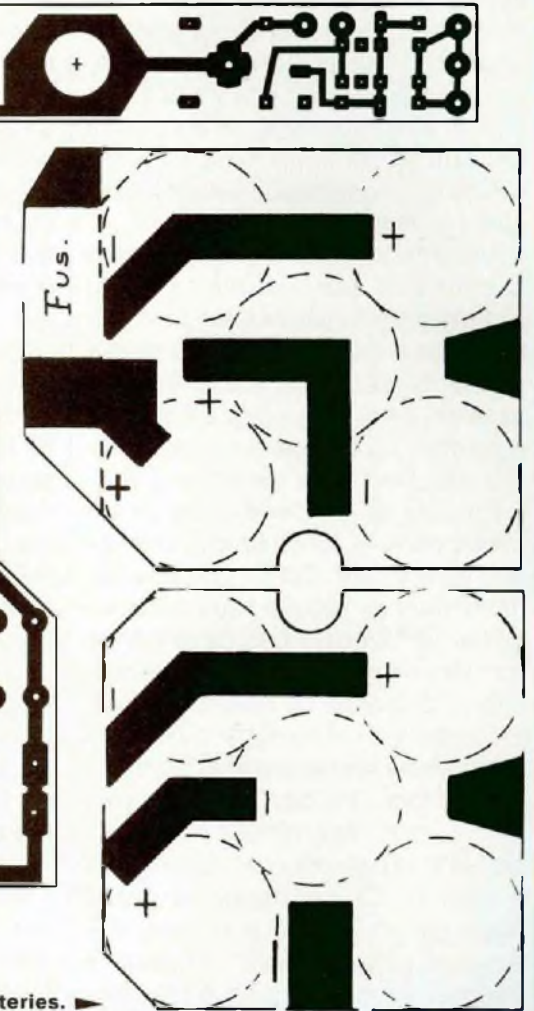

Fig. 18 : C.I. des supports des batteries.
- **LES CI SUPPORTS DES BATTERIES** – voir Fig. 18.